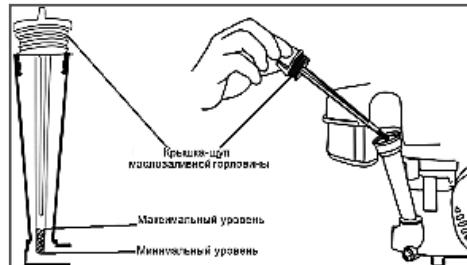

Рис. 10 Крышка-щуп маслозаливной горловины
- Открутите крышку-щуп маслозаливной горловины и извлеките щуп (Рис. 10).
2. Выкрутите крышку-щуп маслозаливной горловины и извлеките щуп (Рис. 10).
- При недостаточном уровне масла в картере необходимо долить чистое масло до верхней отметки на щупе (Рис. 10).